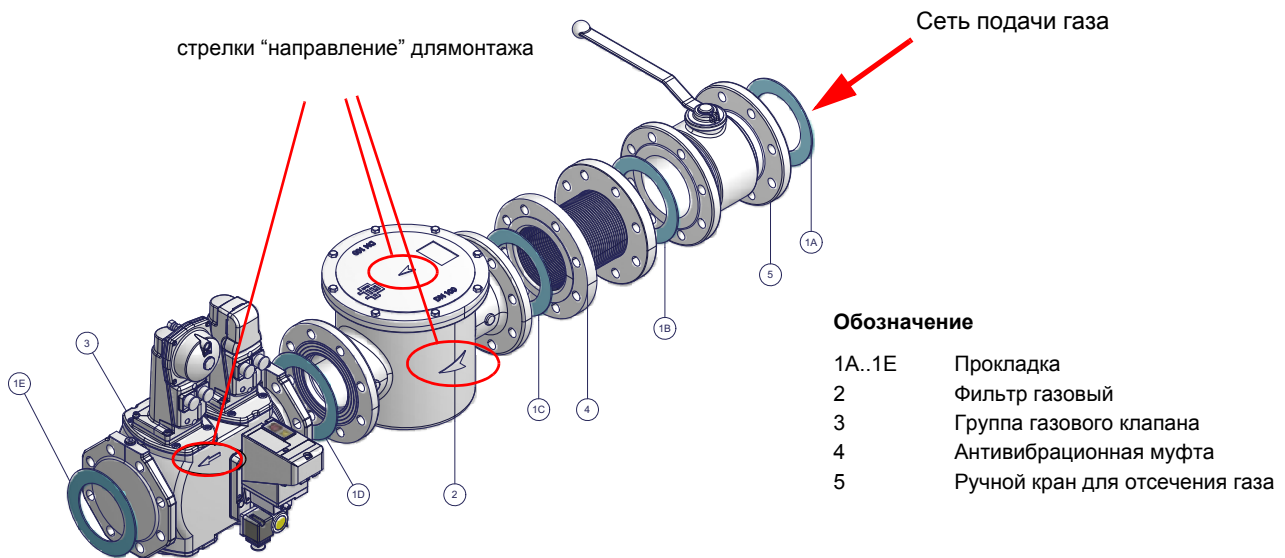

Рис. 5 - Пример газовой рампы
- 1 - б) при фланцевых соединениях: между соседними компонентами устанавливать прокладку (1A..1E - Рис. 5), совместимую с используемым газом,
ВНИМАНИЕ: после монтажа газовой рампы согласно схеме на Рис. 5, необходимо провести тестирование на герметичность газового контура, согласно требований действующих нормативов.
ВНИМАНИЕ: после монтажа газовой рамы согласно схеме на Рис. 5, необходимо провести тестирование на герметичность газового контура, согласно требований действующих нормативов.